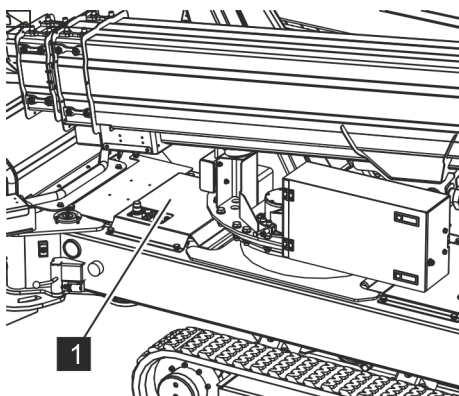

Abb. 183: Abdeckhaube
1. Die Abdeckhaube (Abb. 183/1) abschrauben.